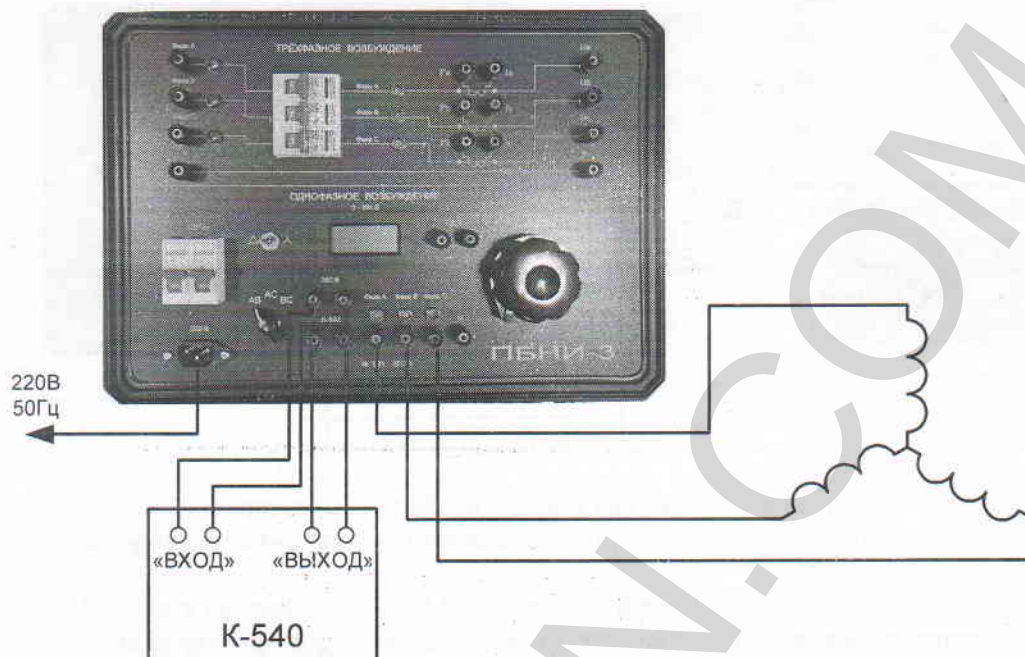

Рис.2. Схема подключения прибора К-540 к ПБНИ-3 для измерения потерь холостого хода силовых трансформаторов при однофазном возбуждении.
Для проведения этих измерений необходимо собрать схему рис.2
6.2.5. Установить тумблер $\Delta/\triangle$ в положение, соответствующее подключенной обмотке испытуемого трансформатора (на рис.2 показано подключение обмотки в виде звезды).